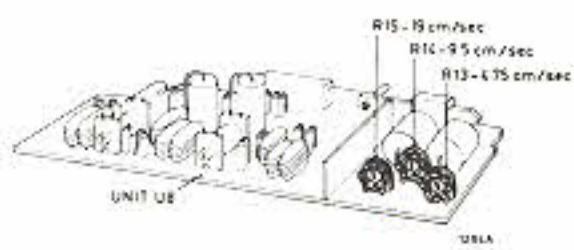

Fig. 14
- Der Abstand zwischen dem Impulskopf K4 (133) und dem Magnetring an der Antriebsscheibe 131 muss genau 0,1 mm betragen. Einstellen durch Lösen der Schrauben 17, durch Einstellen des Kopfes auf den richtigen Abstand und durch Anziehen der Schrauben. Mit Lack sichern.
- Einstellen der Bandgeschwindigkeit erfolgt durch Drehen eines der Einstellpotentiometer auf der Einheit U8 (siehe nachstehende Tabelle und Fig. 14).